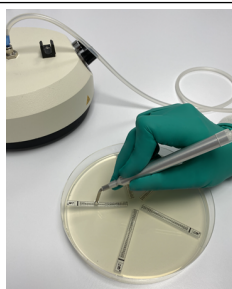
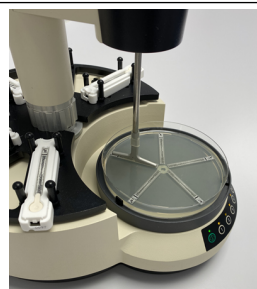

Рис. 4
Рис. 5
3. Тест-полоски ETEST можно наносить на засеянную поверхность агара с помощью ручного аппликатора [Mini Grip-It, вакуумного пинцета NEMA C88™ (**рис. 4**), пинцета или другого аналогичного устройства] либо автоматического аппликатора SIMPLEX C76™ (**рис. 5**). Разместите тест-полоску ETEST шкалой МИК вверх (по направлению к крышке чашки) и максимальной концентрацией ближе к краю чашки (**рис. 4 и 5**).